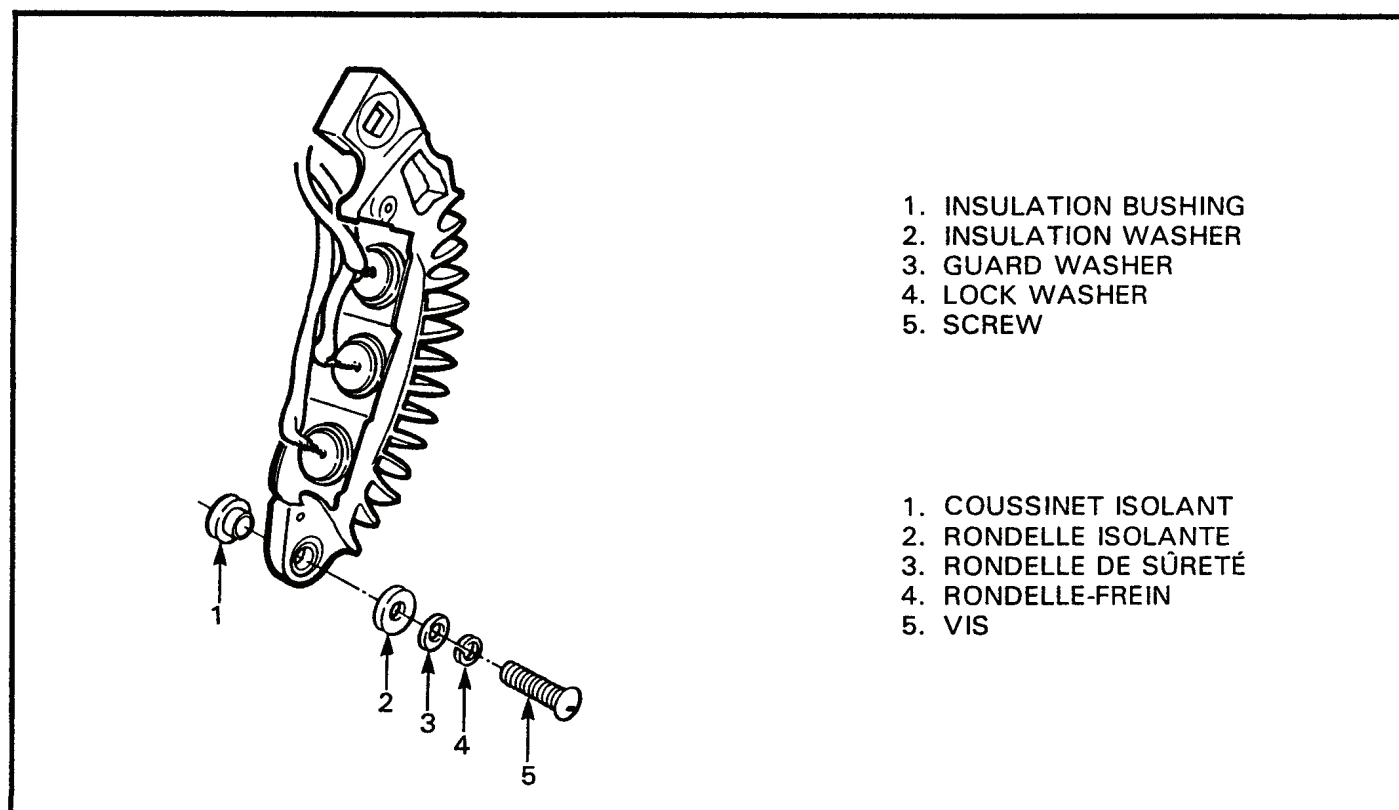

Figure 2-5-8 Installation of Rectifier Assembly
- (8) Enfoncer la bague de collecteur au maximum sur l'épaule.
(9) Solder the rotor coil leads to the new slip ring assembly and test the resistance of the soldered connections. (10) Place the rotor assembly on a lathe and take a slight cut from the circumference of the slip rings to ensure the rings are concentric with the rotor shaft. The concentricity of the slip rings to the bearing surfaces of the shaft must not exceed 0.002 inches total indicator reading. b. Using an arbor press, press the drive end housing bearing into the housing as far as possible. c. Install the bearing retainer with four screws. d. Place the slip ring end of the rotor shaft on an arbor press, ensuring that the slip rings are not damaged, and press the drive end housing onto the rotor shaft. Use a sleeve to ensure pressure is applied only to the inner race of the drive end bearing. e. Install the terminal board and two screws. f. Place the positive and negative rectifier assemblies in the slip ring end housing. g. Install the insulation bushing (1) in the underside of the mounting hole and install the screw (5) with the lock washer (4), guard washer (3) and insulation washer (2) through the insulation bushing and mounting hole, see Figure 2-5-8. Do not tighten the screws at this time. h. Install an insulation bushing (1) on each side of the end housing (4). Install the positive terminal bolt (3) in the top of the positive rectifier assembly (2) and install a nut (5), see Figure 2-5-9. Tighten the nut and screw.	(9) Souder les fils de la bobine du rotor à la nouvelle bague de collecteur, et vérifier la résistance des connexions soudées. (10) Placer le rotor sur un tour et effectuer une légère coupe sur la circonférence des bagues de collecteur pour assurer que celles-ci sont bien concentriques par rapport à l'arbre du rotor. La concentricité des bagues de collecteur par rapport à la surface des roulements ne doit pas excéder 0.002 pouce. b. Au moyen d'une presse à mandriner, enfoncer le roulement du boîtier d'extrémité du côté entraînement aussi loin que possible dans le boîtier. c. Installer le dispositif de retenue de roulement au moyen de quatre vis. d. Placer l'extrémité de l'arbre du rotor où se trouvent les bagues de collecteur sur une presse à mandriner en s'assurant que les bagues de collecteur ne sont pas endommagées, et enfoncer le boîtier d'extrémité du côté entraînement sur l'arbre du rotor. Utiliser un manchon pour s'assurer que la pression n'est appliquée que sur la bague intérieure du roulement. e. Installer la plaque de bornes et deux vis. f. Placer les redresseurs positif et négatif dans le boîtier d'extrémité de la bague de collecteur. g. Installer le coussinet isolant (1) dans le côté inférieur de l'orifice de fixation et installer la vis (5) et la rondelle-frein (4), la rondelle de sûreté (3) et la rondelle isolante (2) dans le coussinet isolant et l'orifice de fixation, voir figure 2-5-8. Ne pas serrer les vis immédiatement. h. Installer un coussinet isolant (1) de chaque côté du boîtier d'extrémité (4). Installer le boulon de la borne positive (3) sur la partie supérieure du redresseur positif (2) et installer un écrou (5), voir figure 2-5-9. Serrer l'écrou et la vis.